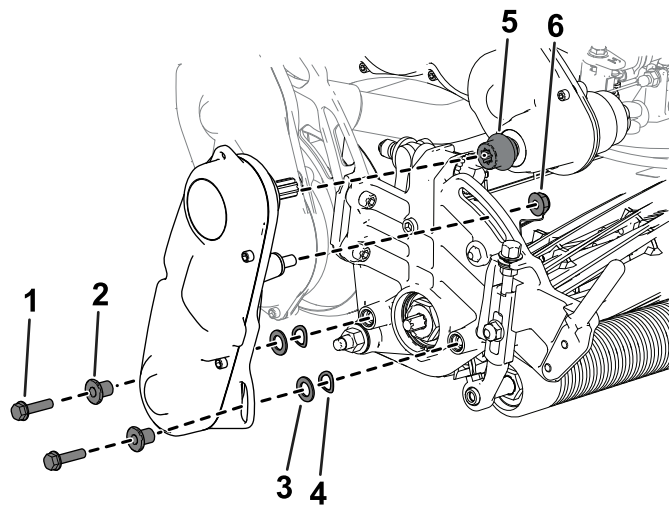

Figura 36
3. Retire el conjunto de la transmisión del molinete de la unidad de corte (Figura 36) y conserve los herrajes.